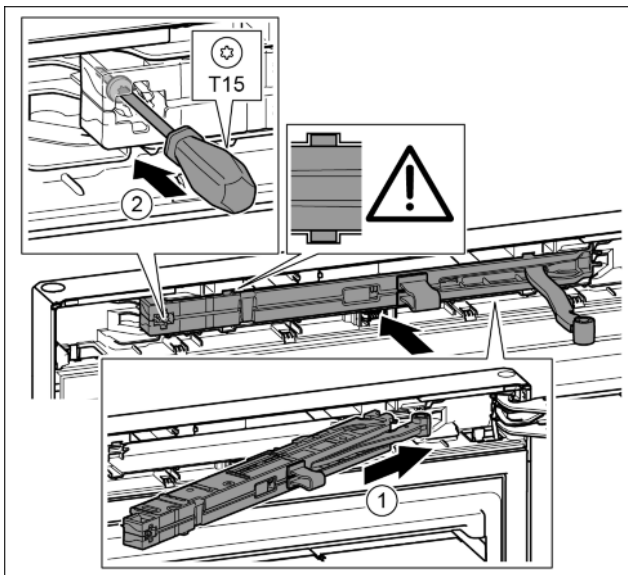

Fig. 22
- ▶ Вставить узел амортизатора со стороны опорного кронштейна в выемку до упора под наклоном. Fig. 22 (1)
- ▶ Затянуть винт отверткой T15. Fig. 22 (2)